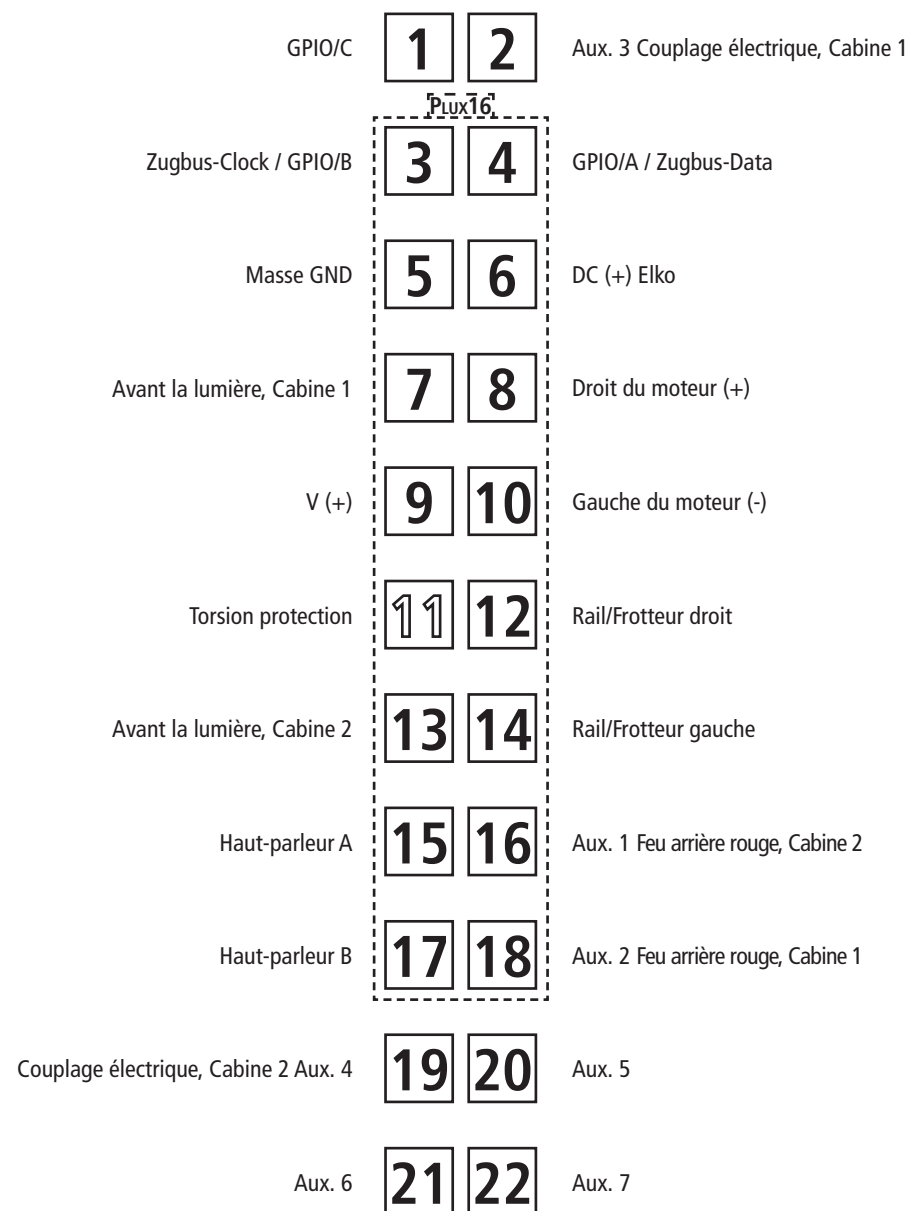
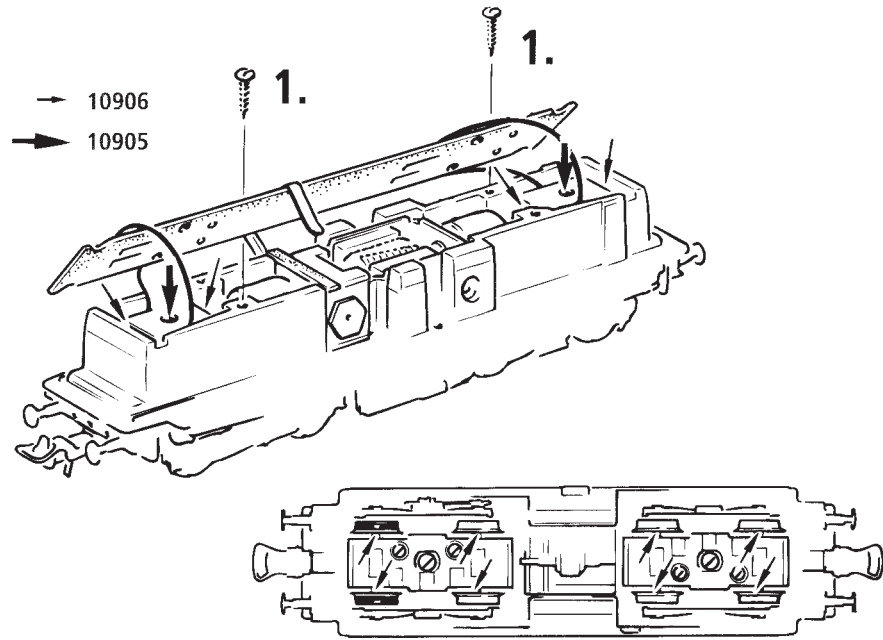
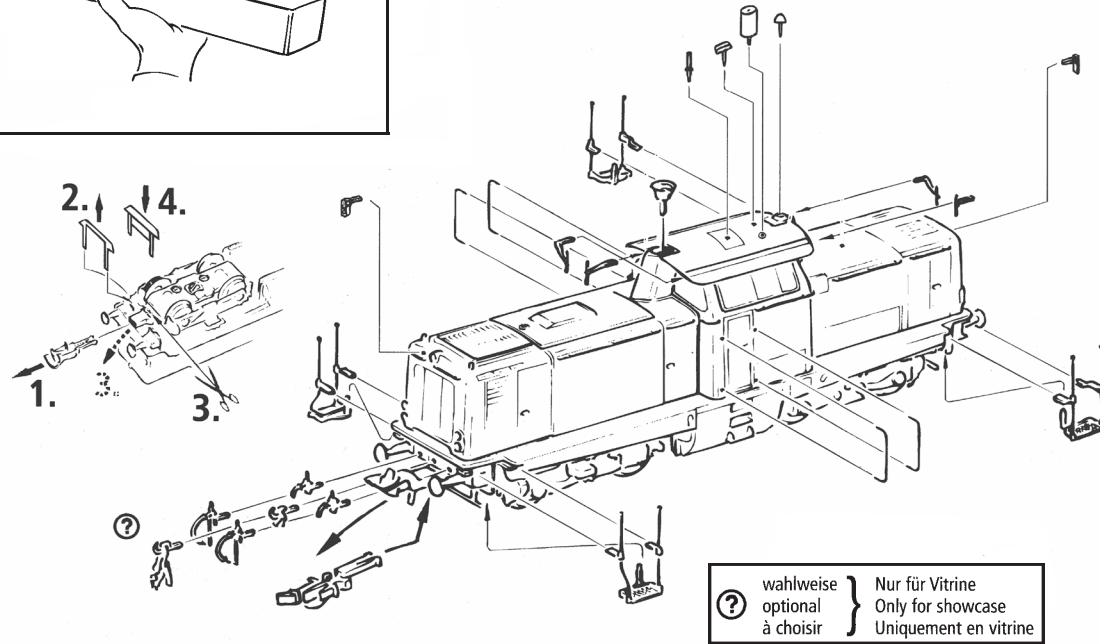

Fig. 7
Fig. 9
Fig. 3
2. Schmierung: Versehen Sie die im Schmierplan in Fig. 7 gekennzeichneten Stellen mit nur **kleinen Öltropfen**. Dazu zuerst das Lokgehäuse abnehmen (Fig. 3). Wir empfehlen den **ROCO Öler Art.-Nr. 10906**. Fürs Schmieren der Getriebeteile (Zahnräder, Schnecke) empfehlen wir das **ROCO-Spezialfett Art.-Nr. 10905**. Im Falle der Schmierung diese Teile **nicht ölen**.
Mehrzugbetrieb: Zuerst Lokgehäuse abnehmen (Fig. 3). Danach den Brückenstecker aus der Schnittstelle entfernen (diesen sorgsam aufbewahren). Danach den Stecker des Steuerbausteins lagerichtig einsetzen (siehe Fig. 9).
4. Kohlebürstenwechsel: Lokgehäuse abnehmen (Fig. 3). Danach wird der Motor ausgebaut und die Kohlebürsten ausgewechselt (Fig. 6).
Remove the jumper from the interface. Finally put the plug of the chip into the interface as shown in fig. 9.
2. Lubrication: Apply **tiny oil drops** to spots marked in fig. 7. Prior to lubrication dismantle locomotive (fig. 3). We recommend using item no. **10906, Roco oiler**. For lubrication the gearparts (e.g. cogwheels, worm) we should recommend our Roco **special grease** (item no. **10905**).
4. Carbon Brush Changing: First remove loco body (fig. 3), and then the motor (fig. 6).
2. Graissage: N'appliquez **qu'une toute petite goutte** aux endroits indiqués par le plan de graissage (fig. 7) après avoir démonté la caisse de la locomotive (fig. 3). Nous vous recommandons **le graisseur à huile Roco réf. 10906**. Pour graisser les engrenages (roues dentées, vis sans fin) nous vous conseillons la **graisse spéciale Roco réf. 10905** pour engrenages en matières synthétiques. Lorsque vous utilisez cette graisse il faut éviter d'huiler ces composants.
4. Remplacement des balais du moteur: Démontez la caisse (voir fig. 3). Démontez ensuite le moteur et échangez le balais (fig. 6).